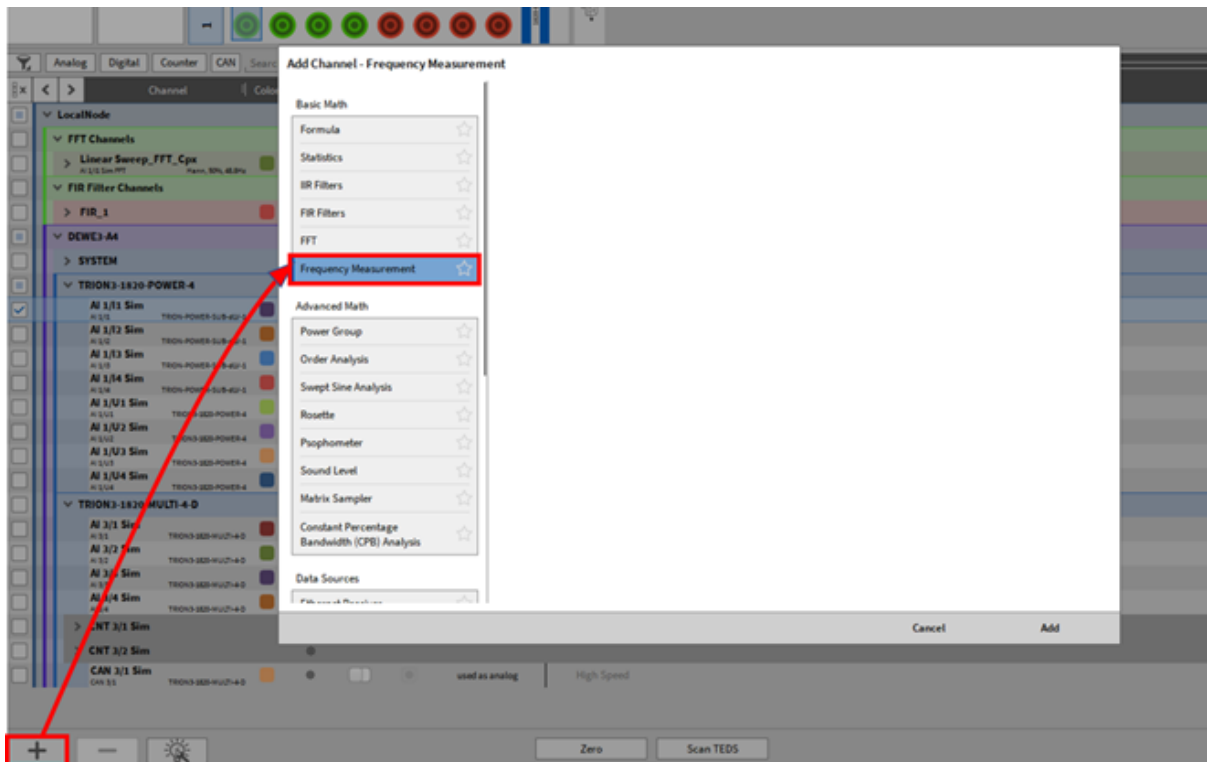

Abb. 7.155: Ausgleichen einer Deterministischen Verzögerung zwischen Video- und Sensordaten
Wenn die Latenz zwischen Video- und Sensordaten bekannt ist, kann sie durch Eingabe der Verzögerung im *Startoffset* in die Kanaleinrichtung des Videos kompensiert werden (siehe ① in Abb. 7.155).